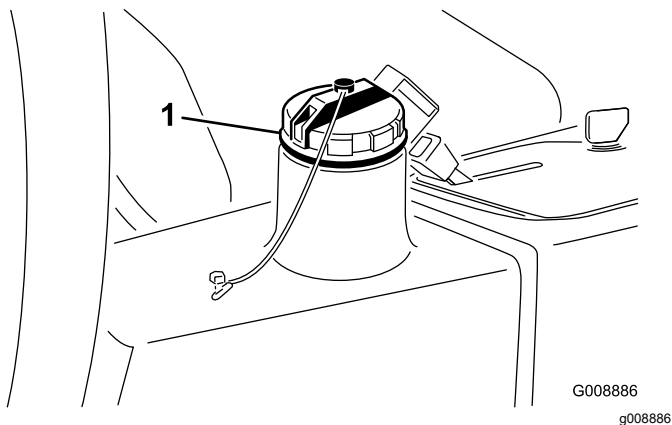

Рисунок 78
4. Залейте в гидравлический бак (Рисунок 78) приблизительно 13,2 литра гидравлической жидкости; см. Проверка гидравлической системы (страница 24).